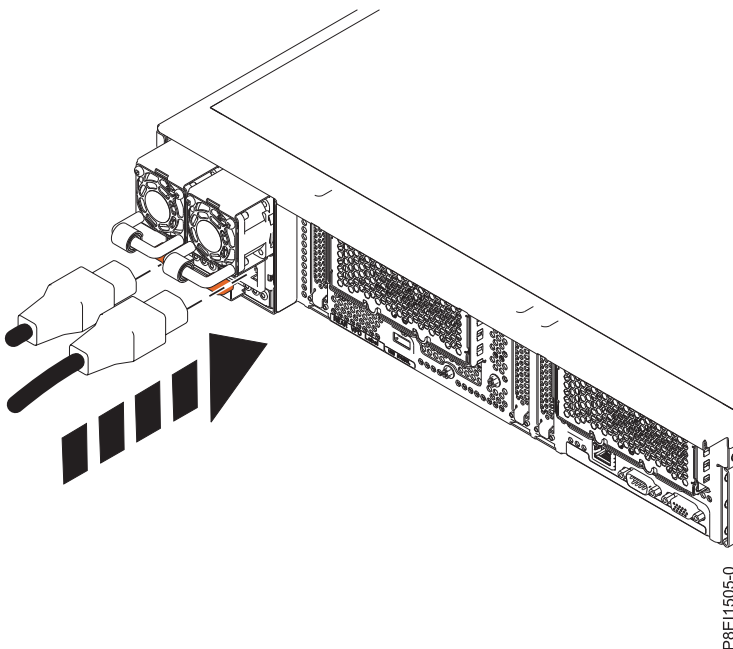

Figure 54. Connexion du cordon d'alimentation au bloc d'alimentation
- a. Connectez le cordon d'alimentation au bloc d'alimentation. Voir figure 54.